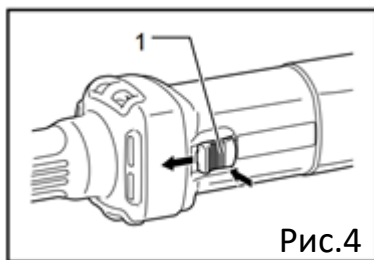

Рис.4
Переведите выключатель (1) Рис.4 инструмента в перёд, положение Вкл.
Чтобы выключить инструмент, переведите выключатель (1) Рис.4 инструмента назад, положение Выкл.